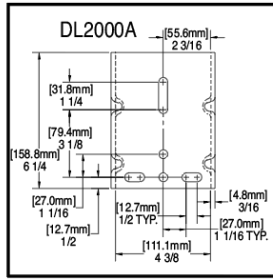

Fig. 2
1. Rotate the brake handle back from the forward position in FIG. 1 to the nearly horizontal position in FIG. 2.
1. Den Bremsgriff von der Vorwärtsstellung in ABB. 1 in die fast horizontale Stellung in ABB. 2 drehen.
1. Ruotare la manovella del freno verso il retro portandola alla posizione illustrata nella FIG. 1 alla posizione quasi orizzontale illustrata nella FIG. 2.
1. Gire a alavanca do travão da posição para frente mostrada na FIG. 1 até a posição quase horizontal mostrada na FIG. 2.
1. La manivela del freno está en la posición delantera como se muestra en la FIG. 1, gírela hacia atrás hasta que esté casi totalmente en posición horizontal como se muestra en la FIG. 2.
1. Vrid tillbaka bromshandtaget från framåt-positionen i FIG. 1 till den nästan horisontella positionen i FIG. 2.
1. Drej bremsehåndtaget tilbage fra fremadstillingen, der er vist i FIG. 1, til den næsten vandrette stilling, der er vist i FIG. 2.
1. Drei bremsehåndtaket tilbake fra fremre stilling, FIG. 1, til nesten vannrett stilling, FIG. 2.
1. Draai de remkrak vanuit de voorwaartse stand in AFB. 1 terug naar de bijna horizontale stand in AFB. 2.
1. Tourner la poignée du frein depuis la position avant, comme illustré à la FIG. 1, vers la position quasi-horizontale, comme illustré à la FIG. 2.